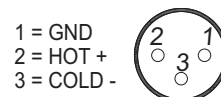

Fig2. . Collegamento Ingresso XLR Bal
Sul pannello posteriore dell'apparecchio sono disponibili le prese XLR femmina d'ingresso (41) per segnali a livello mic/line. In Fig2. sono riportate le connessioni a queste prese. Questi ingressi sono bilanciati elettronicamente.